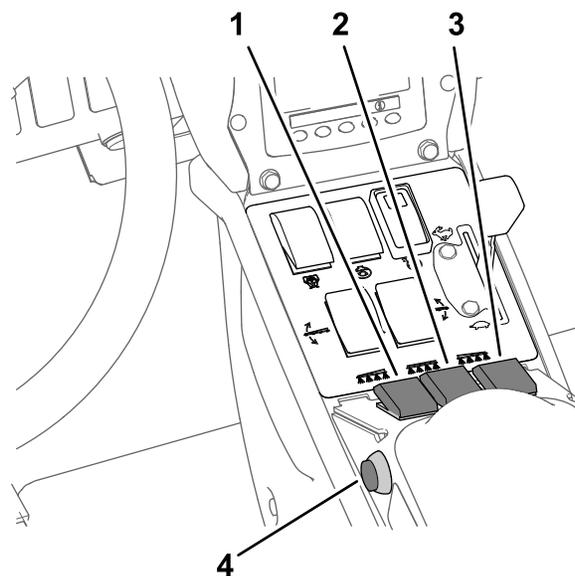

Figura 39
7. Coloque os interruptores de secção do pulverizador na posição LIGAR (Figura 39).
10. Conduza à velocidade pretendida e, em seguida, coloque o interruptor da secção principal na posição LIGAR para iniciar a pulverização (Figura 39).